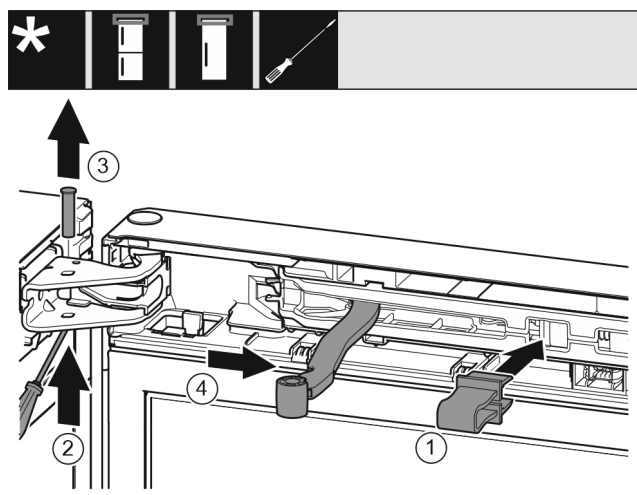

Fig. 6
- ▶ Зафіксуйте запобіжник в отворі. Fig. 6 (1)
- ▶ Виштовхніть палець за допомогою викрутки. Fig. 6 (2)
- ▶ Вийміть гвинт рухом нагору. Fig. 6 (3)
- ▶ Поверніть шарнір у напрямку дверцят. Fig. 6 (4)